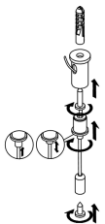

Рисунок 9 — Крепление подвеса.
5.8.5. Закрепите подвесы на креплениях светильника. Выровняйте светильник. Для регулировки длины троса нажмите на кнопку в верхней части крепления троса (см. Рисунок 9).
5.10.2. Распакуйте крепление и установите на светильнике (см рисунок 4, ж). Заведите крепление в паз на корпусе светильника. Для фиксации крепления на корпусе светильника имеются 2 отверстия. Совместите отверстия на креплении с отверстиями на корпусе. Шаг между винтами на креплении должен совпасть с шагом между винтами на корпусе. Вкрутите два винта: M5x8, и M5x80 (стопорный винт — см. рисунок 9), идущие в комплекте, для фиксации крепления на корпусе светильника.